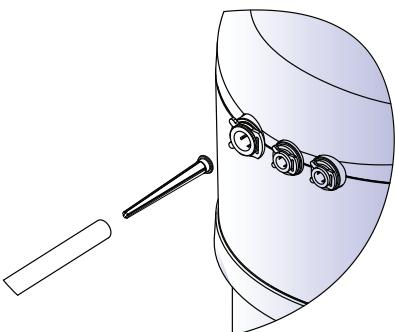

Рис. 6
Установка щелевой вставки** (рис. 6)
- Установите щелевую вставку в трубку 3/8" (9,5 мм) как указано на рис. 6 и подсоедините данный конец трубы к водоочистителю.
- Извлеките щелевую вставку из трубы (рис. 6, стр. 6).